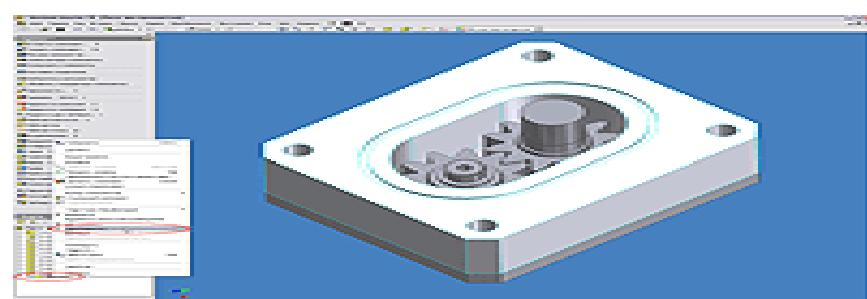

Рисунок 9
9. Теперь при изменении определяющей геометрии детали «Крышка» автоматически будет пересчитана геометрия детали «Корпус». Для того, чтобы геометрия детали «Корпус» была независима от геометрии детали «Крышка» необходимо снять символ адаптивности в браузере модели, нажав правой клавишей мыши на название детали, и отключить соответствующий флажок (см. Рисунок 9).